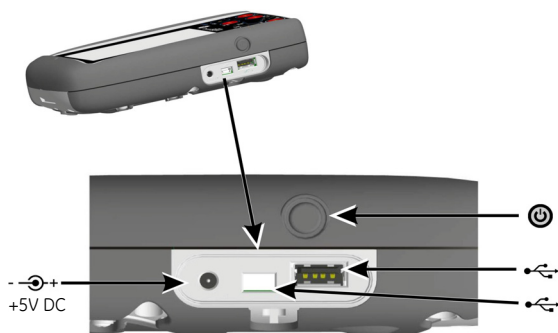

图 2 侧视图
1. 将直流电源 / 电池充电器连接到仪器侧面的 +5V 直流接头 (参见图 2 侧视图)。
2. 还可使用 USB 接口对电池进行充电 (参见图 2 侧视图)。
关闭时，按电源按钮（参见图 2 侧视图）直到显示出仪表盘。